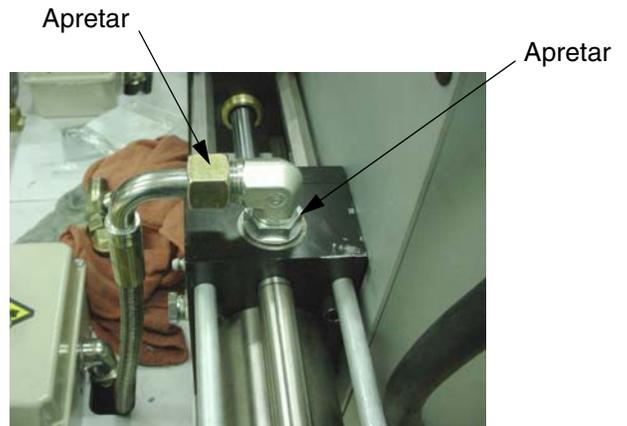

FIG. 18
4. Alinee los adaptadores de los lados A y B de las bombas dosificadoras con los tubos de salida. Conecte los tubos a los adaptadores (10) y apriete. Apriete la tuerca de la parte inferior de cada conexión para bloquear la conexión en su sitio. Ver FIG. 18.